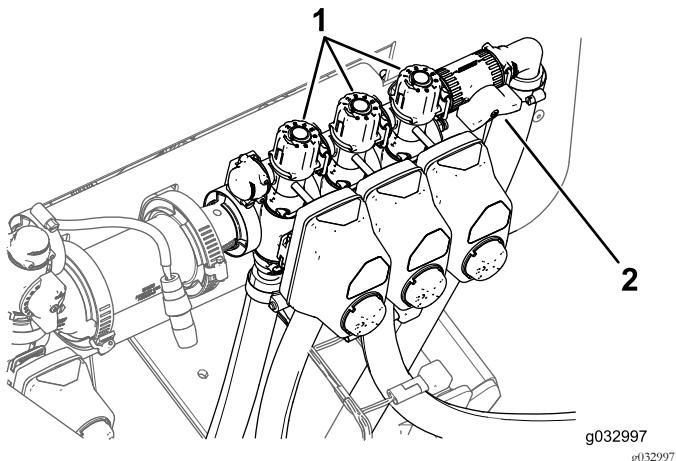

图129
- 关闭左喷洒臂并调节喷洒臂旁通旋钮 图129直至压力达到先前的水平。
- 调节右喷洒臂旁通旋钮 图129直至压力达到先前的水平。
- 调节中央喷洒臂旁通旋钮 图129直至压力达到先前的水平。